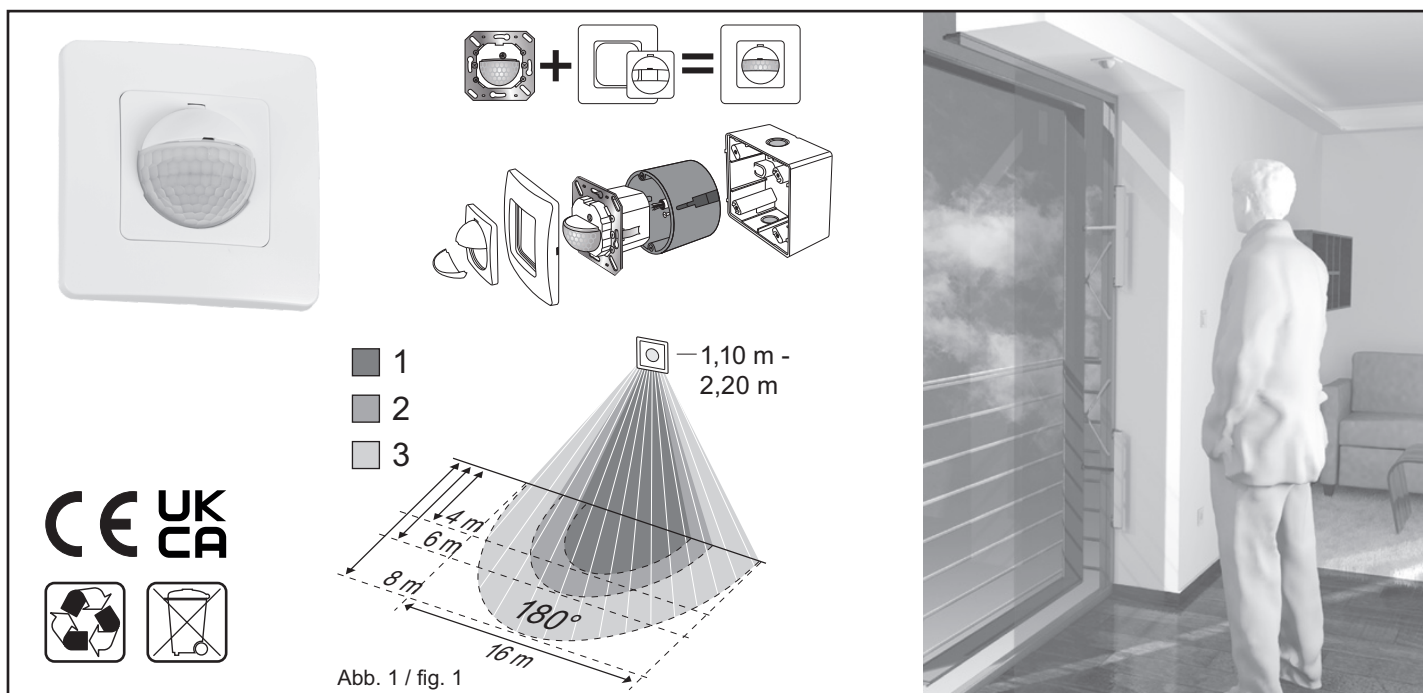

Abb. 1 / fig. 1
Schließen Sie den Sensor gemäß Anschlussplan an. Schalten Sie die Netzspannung ein. Der Sensor befindet sich in einer ca. 25 Sekunden langen Aufstartphase, die LEDs blinken abwechselnd und der potentialfreie Schaltkontakt ist geschlossen. Wenn die LEDs aufhören zu blinken ist der Melder funktionsfähig, der potentialfreie Schaltkontakt ist geöffnet. Der Präsenzmelder ist ein Passiv-Infrarot-Melder, der auf sich bewegende Wärmequellen wie z.B. Personen reagiert. (Abb. 1 (1) Arbeitsbereich (2) Frontal zum Melder (3) Quer zum Melder). Wird im Erfassungsbereich des Sensors eine Bewegung detektiert schließt sich der potentialfreie Schaltkontakt für die Dauer der Nachlaufzeit die ab dem Moment abläuft wenn keine Bewegung im Erfassungsbereich mehr detektiert wird. Wird innerhalb der Nachlaufzeit von 5 Sekunden eine Bewegung detektiert startet die Nachlaufzeit erneut. Der Melder arbeitet lichtunabhängig.
Connect the sensor as shown on the connection plan. Switch on the mains voltage. The sensor will enter a start-up phase lasting approximately 25 seconds. During this time, the LEDs will flash alternately and the floating switch contact will be closed. Once the LEDs stop flashing, the detector is ready for operation and the floating switch contact is open. The presence detector is a passive infrared detector, which reacts to moving heat sources (e.g. people) (fig. 1 (1) working area (2) head-on to detector (3) diagonally to detector). If movement is detected within the sensor's field of detection, the floating switch contact closes for the duration of the delay time. The delay time expires once no further movement is detected within the field of detection. If movement is detected within the delay time of five seconds, the delay time is restarted. The detector works independent of light.